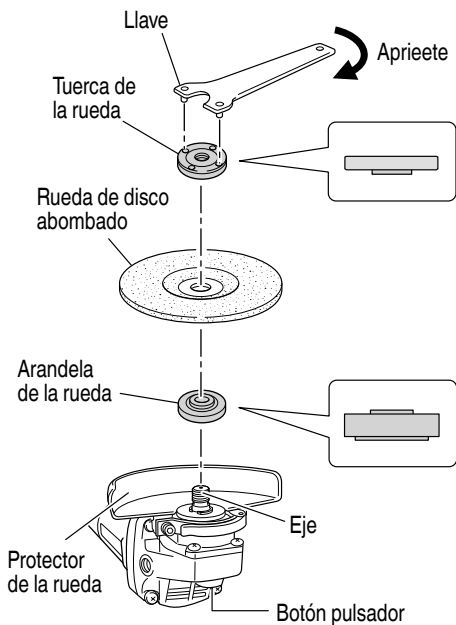

Fig. 5
Cerciórese de que el botón pulsador esté desenganchado presionándolo dos o tres veces antes de conectar la alimentación de la amoladora. (Fig. 5)
- (5) Presionando el botón pulsador con una mano, bloquee el eje girando lentamente la rueda de disco abombado con la otra mano. Apriete la tuerca de la rueda utilizando la llave suministrada como se muestra en la Fig. 5.